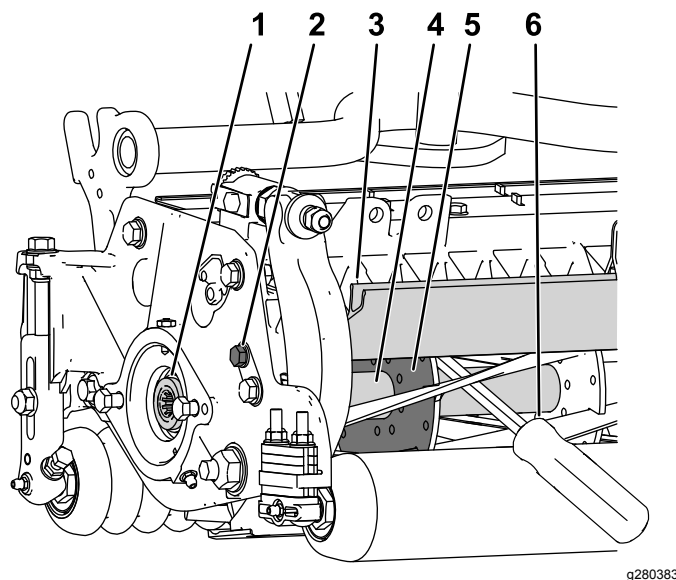

Figura 42
1. Afloje el perno del deflector a la izquierda de la unidad de corte y eleve el deflector trasero (Figura 42).
2. Inserte una palanca de mango largo (se recomienda de $\frac{3}{8}$ " x 12" con mango de destornillador) por la parte trasera del molinete de corte, lo más cerca del lateral de la unidad de corte que va a apretar (Figura 42).
3. Coloque la palanca contra la parte soldada de la placa de soporte del molinete (Figura 42).